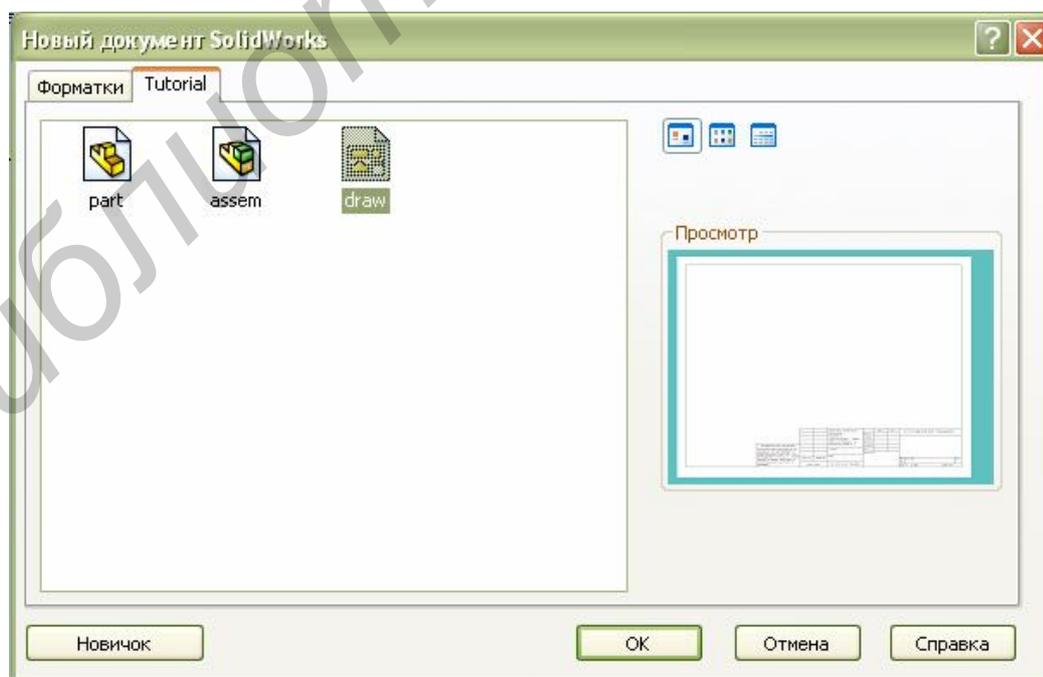

Рисунок 20 – Диалоговое окно *Новый документ*
4. Появится окно нового чертежа (рисунок 20).